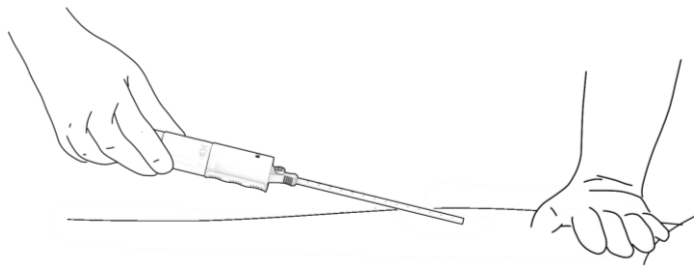

Figure 17. Retrait du dispositif déployé.
- c. Retirer doucement le système de mise en place des tissus. Figure 17.